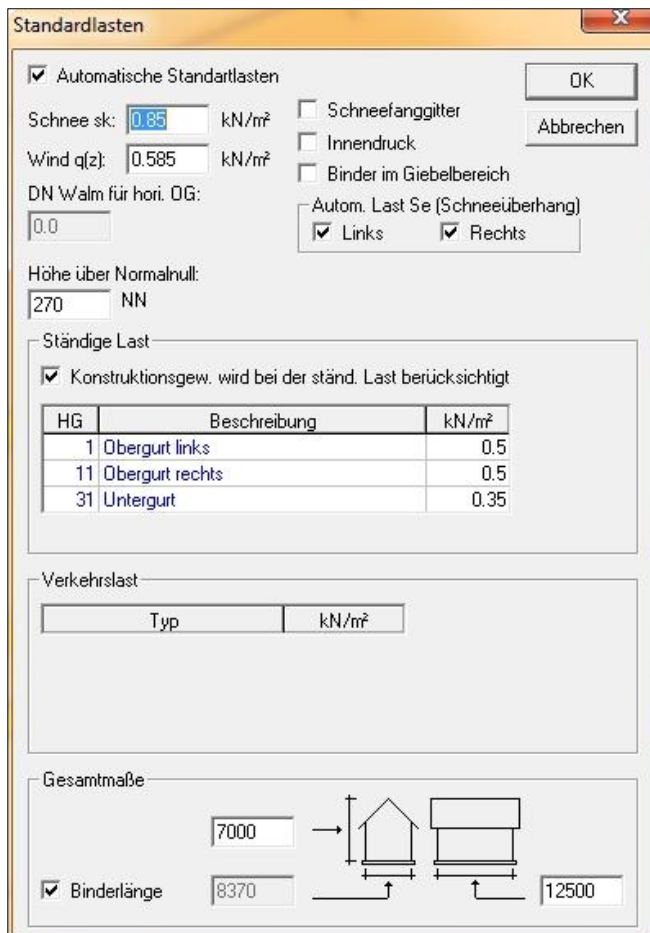

Abb. 2.10 (TrussCon)
*Standardlasten* (Abb. 2.10) kann auch über die Tastenkombination **Strg+F4** aufgerufen werden.